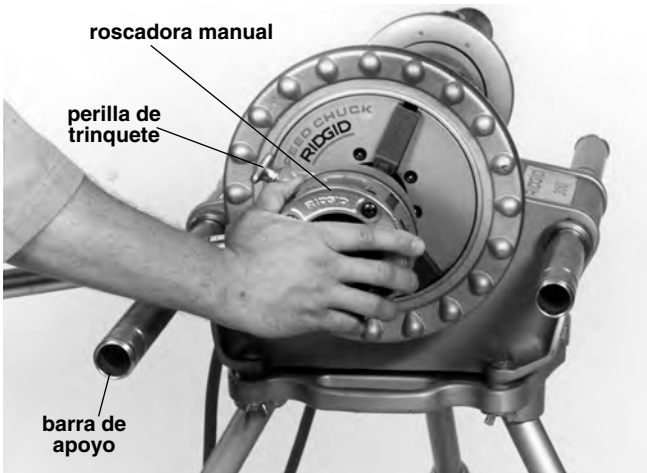

Figura 7 – Introducción de la roscadora manual en el tubo para engranar las terrajas
3. Pose el mango de trinquete de la roscadora manual sobre la barra de apoyo izquierda (vista desde la parte delantera del Accionamiento Autopropulsado - Figura 7).
8. Con la palma de su mano derecha, empuje el cabezal de terrajas contra el tubo hasta que las terrajas engranen la pieza de trabajo. Una vez engranadas, las roscas serán labradas a medida que las terrajas se trasladan hasta el final del tubo (Figura 7).